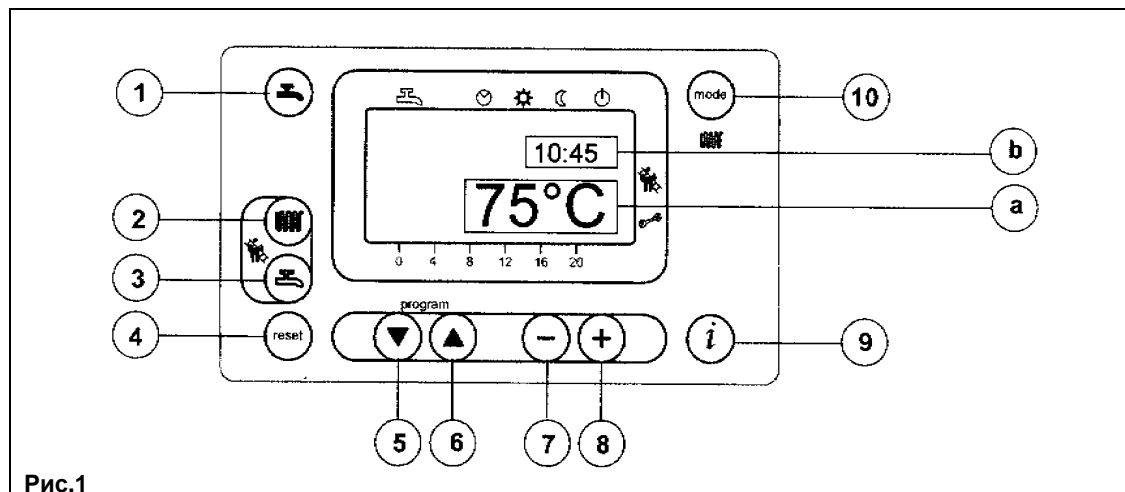
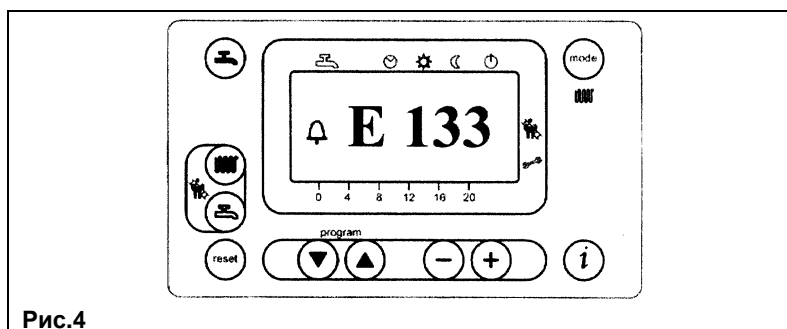

Рис.1
Рис.4
- Для установки значения температуры воды системы отопления нажмите кнопку (поз. 2, Рис. 1);
- нажмите одну из кнопок (поз. 1 или 10 Рис. 1) для запоминания значения и возврата в основное меню.
Прим. При подсоединенном датчике уличной температуры с помощью кнопки (поз. 2, Рис. 1) можно осуществлять смещение по климатическим кривым. Для увеличения или уменьшения комнатной температуры в отапливаемом помещении действуйте кнопками .
- Для установки максимального значения температуры воды системы ГВС нажмите кнопку (поз. 3, Рис. 1);
На основном дисплее (Рис. 1 а) одновременно с кодом неисправности высвечивается символ  (Рис. 4).